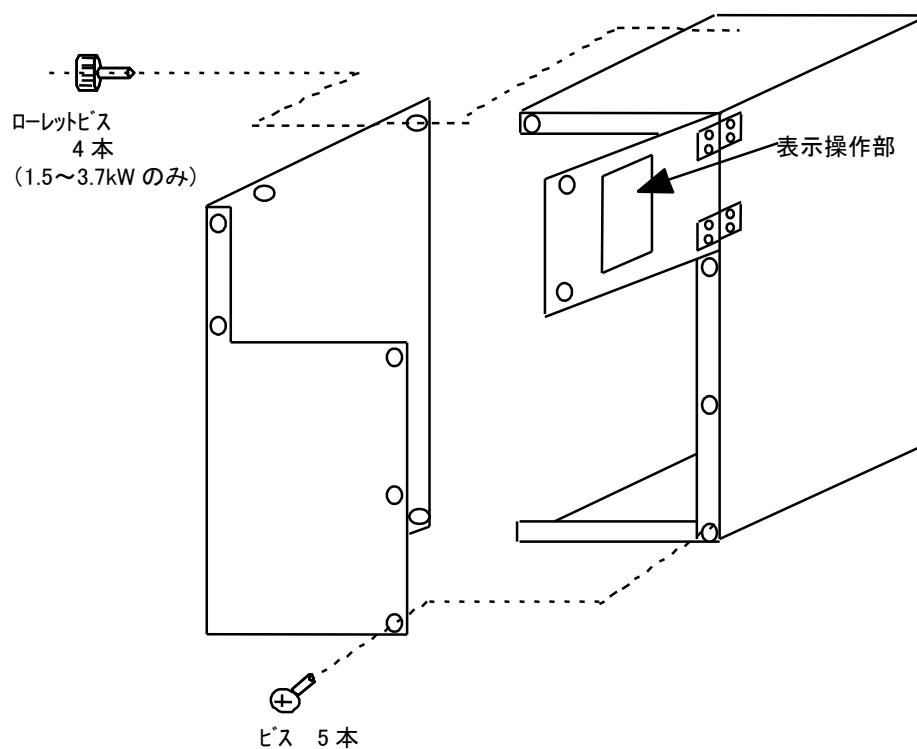

図 7
- (2) 制御盤カバー前面のビス及び側面のローレットビスを外して、制御盤カバーを取外してください（図 7）。